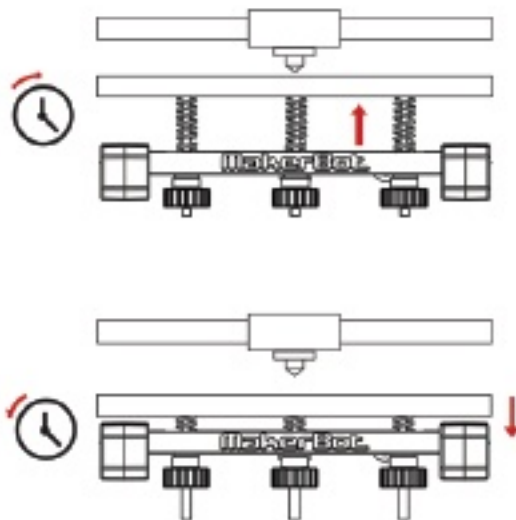

Fig. 2.1
3. Drehen Sie an jedem Positionspunkte die Justierschrauben unter der Arbeitsplattform nach links, um die Arbeitsplattform zu heben und nach rechts, um sie zu senken [Abb. 2.1].